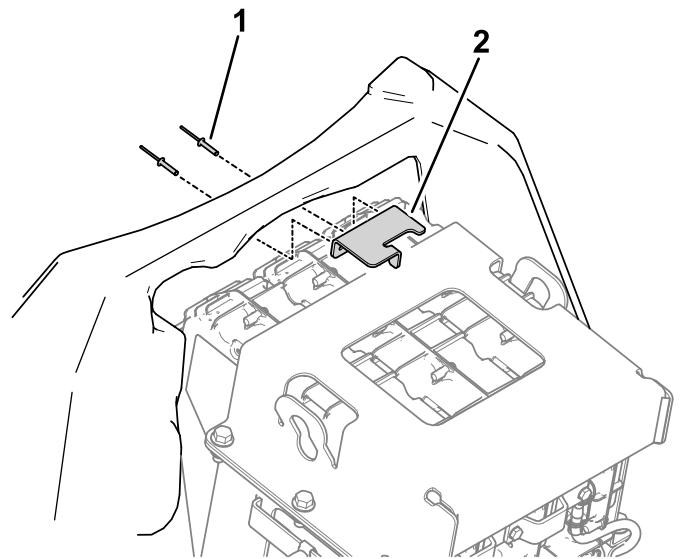

Figure 53
4. Avec 2 rivets, fixez le support de verrouillage sur le couvercle des batteries (Figure 53).